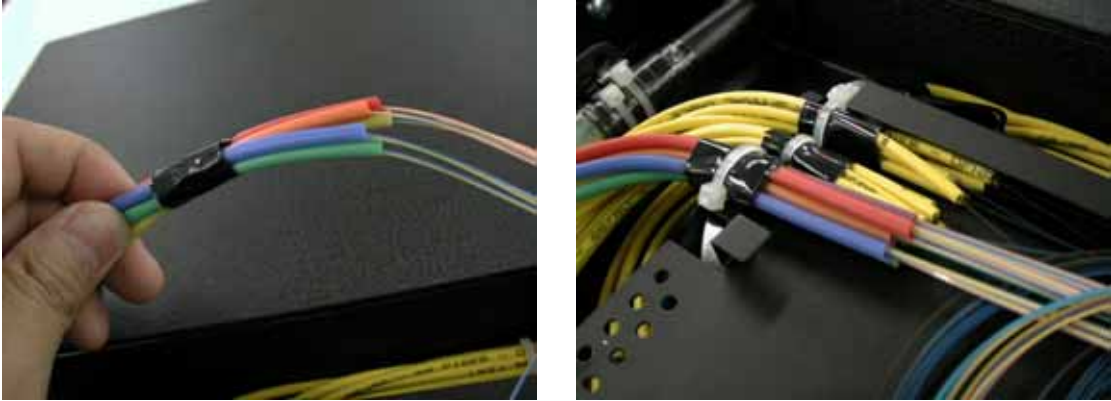

図 7
- 4.2 スプライストレイに保護チューブ束をケーブルタイで固定して下さい。(図7 右)